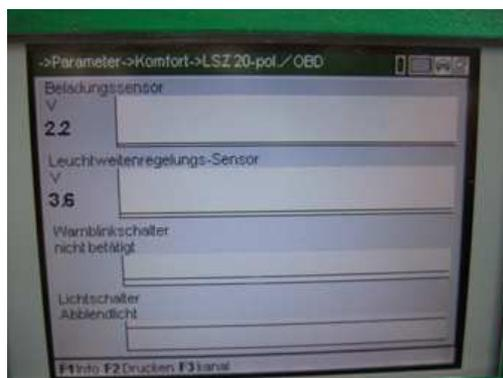

Fig. 3
6. Dopo la sostituzione, il sensore anteriore ha un valore di 2,2 Volt e rientra quindi nel campo nominale (vedi fig. 3).